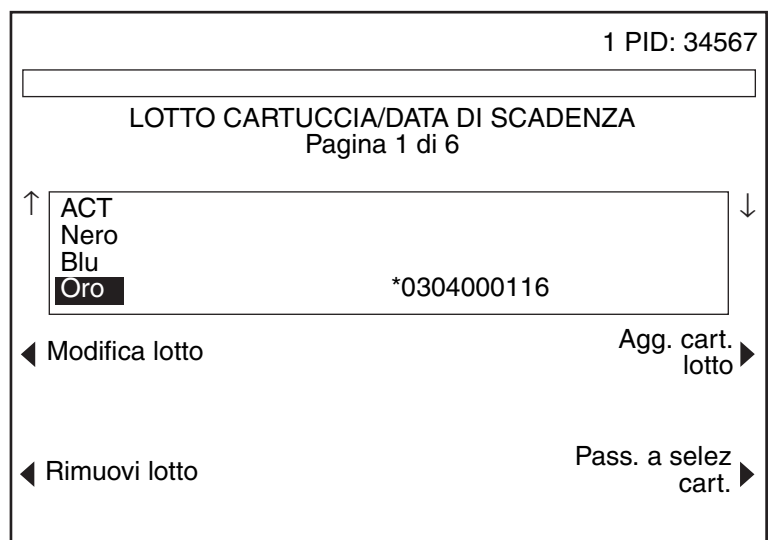

Figura 3-13. Schermata Lotto cartuccia/data di scadenza dopo che viene premuto il tasto Modif. cartuccia
4. **Modif. cartuccia** - Quando viene premuto questo tasto, viene visualizzata una serie di opzioni per tasti sullo schermo per la modifica, l'aggiunta o la rimozione dei lotti di cartucce. Viene visualizzata la schermata illustrata nella Figura 3-13. Vedere di seguito la descrizione di questi tasti funzione.
Quando viene premuto il tasto Modif. cartuccia, viene visualizzata la schermata LOTTO CARTUCCIA/DATA DI SCADENZA come mostrata nella Figura 3-13.
5. **Modifica lotto** - Quando viene premuto questo tasto, viene visualizzata una serie di opzioni per tasti sulla schermata per la modifica del numero di lotto/data di scadenza della cartuccia selezionata. Viene visualizzata la schermata illustrata nella Figura 3-13. Vedere di seguito la descrizione di questi tasti funzione.
9. **Agg. cart. lotto** - Questo tasto viene visualizzato al posto di "Bistabile attivo" quando è stato già immesso un lotto. Quando viene premuto questo tasto, viene visualizzata una serie di opzioni per tasti sulla schermata per la modifica del numero di lotto/data di scadenza della cartuccia selezionata. Viene visualizzata la schermata illustrata nella Figura 3-13. Vedere di seguito la descrizione di questi tasti funzione.